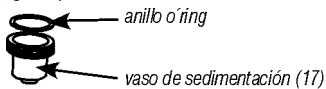

Fig. 33 – Limpieza de los componentes
- Desmonte el sistema, retirando el filtro de combustible, el anillo o 'ring y el vaso de sedimentación (fig. 33);